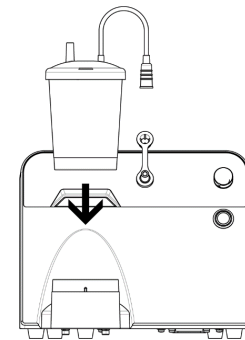

図1 (吸引ボトル200mLの例)
3. 吸引ボトルを吸引ポンプ本体のボトル台に装着する(図1)。